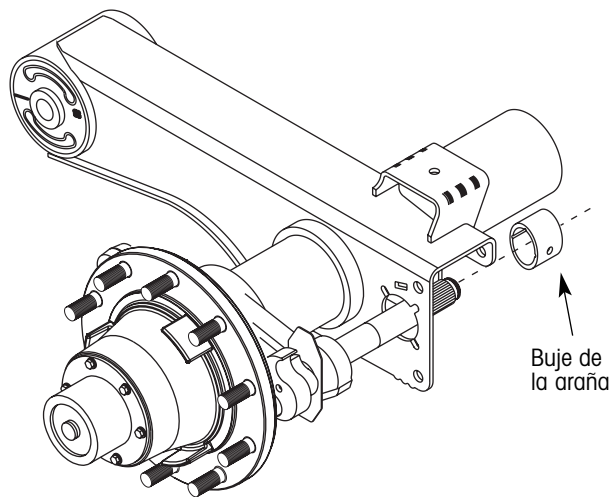

Figura 18. Instalando el buje de la araña
- Ligeramente cubra la parte interna del nuevo buje de la araña con grasa nueva (grasa de chasis #2EP NLGI) y deslice el buje de la araña en la leva-S (figura 18).